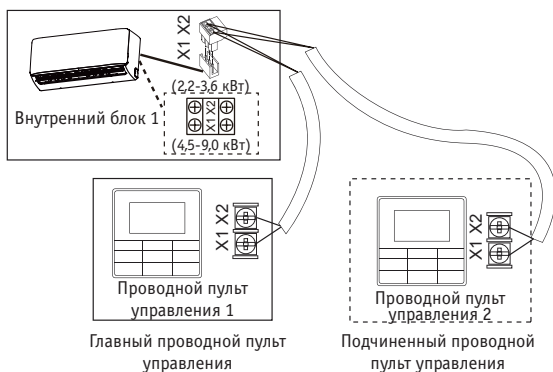

Рис. 8.8
- Используйте один или два (один главный и один подчиненный) проводных пульта ДУ для управления одним внутренним блоком (рис. 8.8);